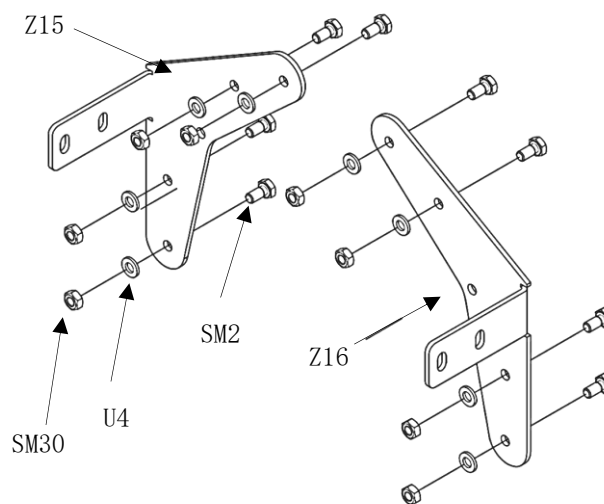

Abb. 30
- die beiden Giebelverbinder (links/rechts) (**Pos. Z15/Z16**) werden mit den entsprechenden Verschraubungen bestückt. (Abb. 30)